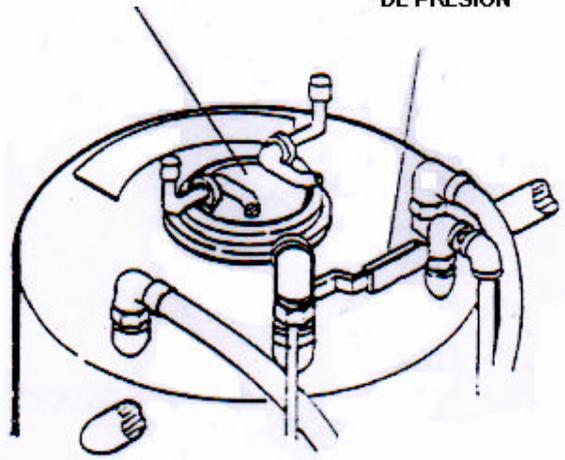

Figura 2
1. Comprobar que el estanque no esté presurizado, abriendo la válvula de alivio. Ver figura 2.
2. Abrir la compuerta del estanque. Ver figura 2.
6. Cerrar la compuerta y la válvula de alivio. Ver figura 2.